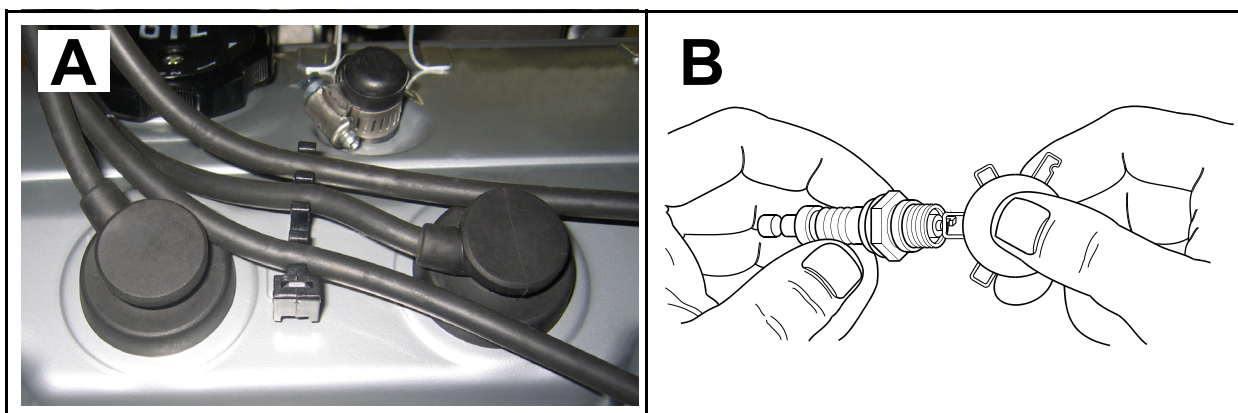

Figure 5-15. Réglage de l'écartement des électrodes
2. Débranchez les câbles des bougies d'allumage des bornes des bougies. Voir la partie A de la Figure 5-15
7. Voir la partie B de la Figure 5-15 Vérifiez l'écartement des électrodes à l'aide d'une jauge d'épaisseur à fils. Réglez l'écartement en inclinant soigneusement l'électrode de masse aux dimensions suivantes :